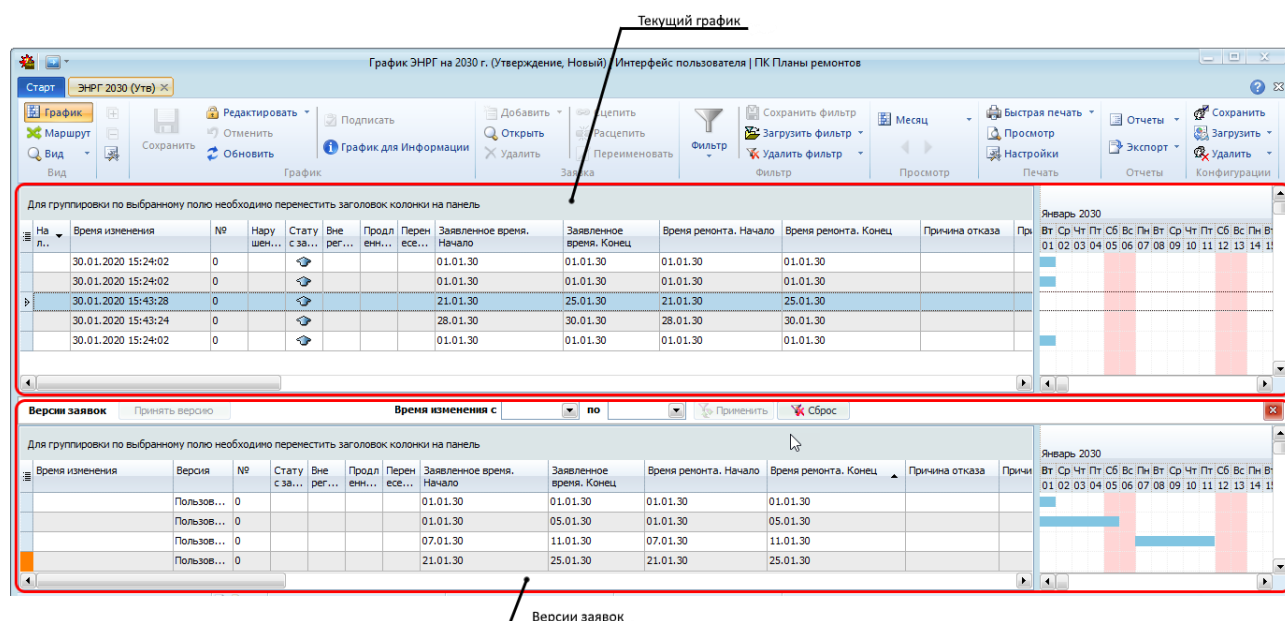

Рисунок 10.35 – Режим просмотра графика «Версии заявок»
– **«Версии заявок»**. Настройка функции «сравнения версий» осуществляется с помощью параметра «IsRepairDiffActive» в файле zvk.ini (см. руководство системного администратора раздел «Описание параметров файла zvk.ini»). По умолчанию данная функциональность включена. Данный режим необходим для просмотра и сравнения версий заявок в текущем графике. Включение режима осуществляется выбором пункта «Версии заявок» из раскрывающегося списка по кнопке « Вид» (Рисунок 10.30). При включении режима в области параллельного просмотра отображаются версии заявки, выделенной в основной рабочей области, в табличном и графическом виде (Рисунок 10.35):